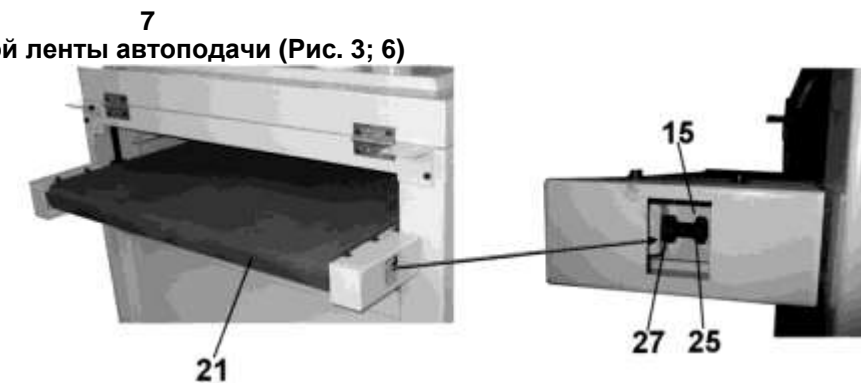

Рис. 6
10.1.3. Регулировка увеличения или уменьшения натяжения транспортной ленты (21) осуществляется вращением болта (25) в соответствующую сторону, предварительно ослабив гайку (27), Рис.6. Станок гаечным ключом не комплектуется.
10.1.4. Регулировка смещения транспортной ленты (21) осуществляется путем увеличения или уменьшения её натяжения регулировочными болтами (25). Например, при смещении вправо натяните левую сторону или ослабьте правую. Излишне сильное натяжение транспортной ленты (21) может привести к поломке, Рис.6.